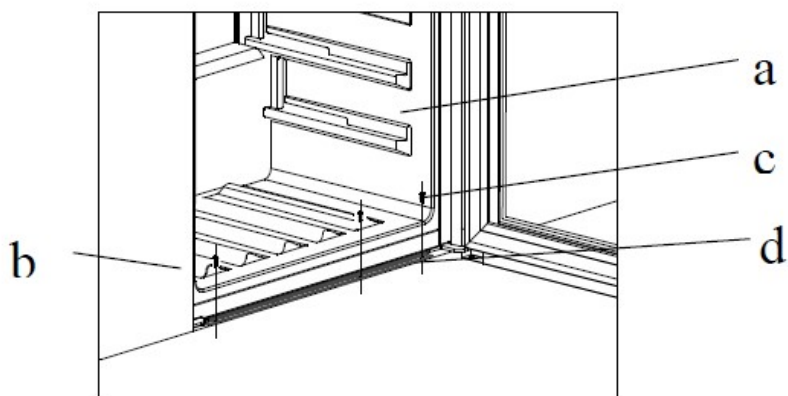

fig. 1
1. Inclinare la cantina a  $45^\circ$ , rimuovere la cerniera inferiore dx(1); rimuovere il supporto di allineamento porta sull'angolo sn (4)(fig. 1,2)
1. Inserire la cantina (a) all'interno del mobile (b) in posizione corretta. (fig. 1)
2. Fissare con le viti (c) la staffa (d) alla base del mobile. (fig. 1 e 2)